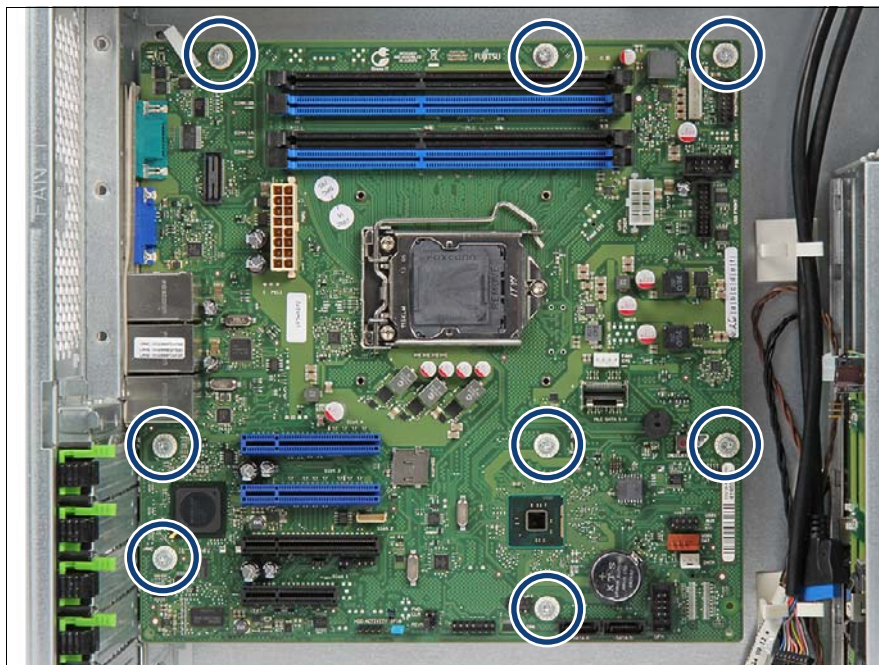

図 177: システムボードをネジで固定する
- ▶ システムボードを慎重にセンタリングボルトに降ろします (C)。システムボードが両方のセンタリングボルトに正しく固定されていることを確認します。
- ▶ システムボードを 8 本のネジで固定します (302 ページ の図 177 の丸で囲んだ部分を参照)。